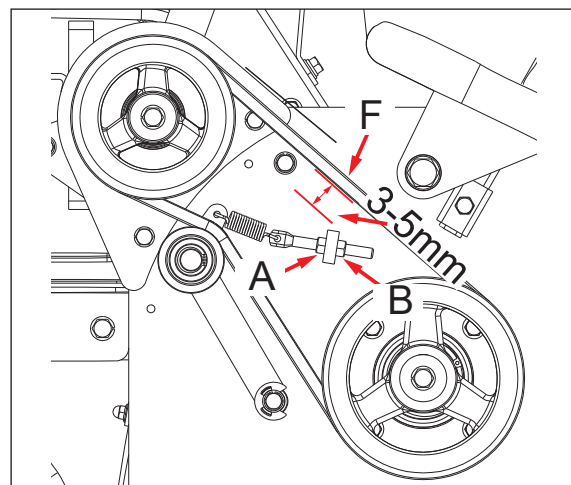

Bild 22
- Drücken Sie den Keilriemen an der Position F (Bild 22) durch, er muss sich zwischen 3 und 5 mm durchdrücken lassen. Wenn nicht, stellen Sie die Federspannung mit den Schrauben (Abb. A&B Bild 22) nach.